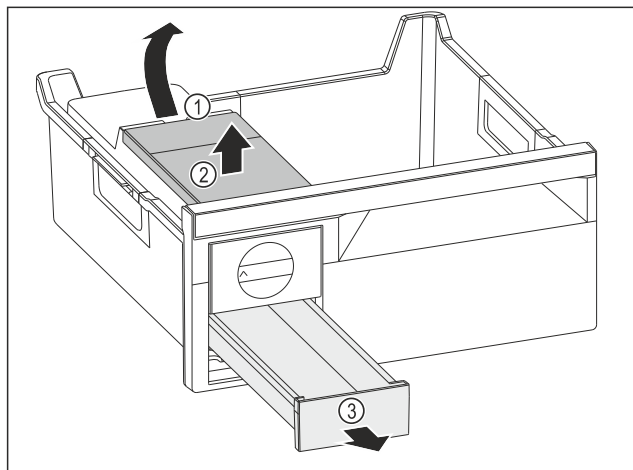

Fig. 144
- ▶ Odobratie nádržky na vodu: Nádržku na vodu nadvihnite za vybranie Fig. 144 (1).
- ▶ Nádržku na vodu Fig. 144 (2) odoberte smerom nahor.
- ▶ Zásuvku na kocky ľadu Fig. 144 (3) odoberte smerom nahor.